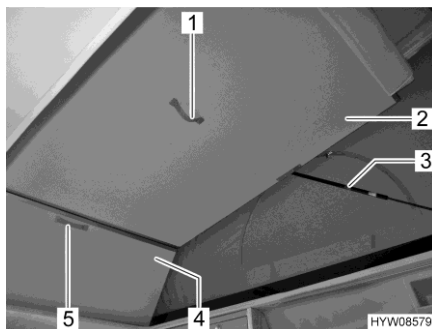

Fig. 29 Superficie utile (ribaltabile)
- Spingere verso l'alto la parte anteriore della superficie utile (Fig. 29,2) dalla maniglia (Fig. 29,1).
- Spingere verso l'alto la parte posteriore della superficie utile (Fig. 29,4) dalla maniglia (Fig. 29,5). La superficie utile viene mantenuta nella posizione superiore da molle a gas (Fig. 29,3).
Chiusura del tetto a soffietto: ■ Se la superficie utile ribaltabile è ribaltata verso l'alto: Tirare verso il basso prima la parte posteriore della superficie utile (Fig. 29,4) dalla maniglia (Fig. 29,5), quindi tirare sempre verso il basso la parte anteriore della superficie utile (Fig. 29,2) dalla maniglia (Fig. 29,1).